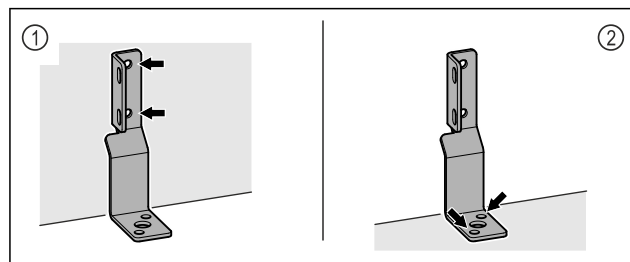

Fig. 8
- ▶ Pritvirtinkite kampuočio prie sienos Fig. 8 (1) arba grindų Fig. 8 (2).